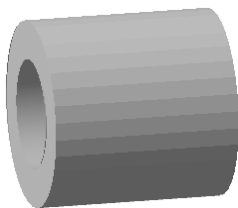

图 6-136 实体切削仿真（8）
- 单击对话框中的 View from last result 按钮，然后单击 Forward replay 按钮，显示实体切削仿真（8）如图 6-136 所示。